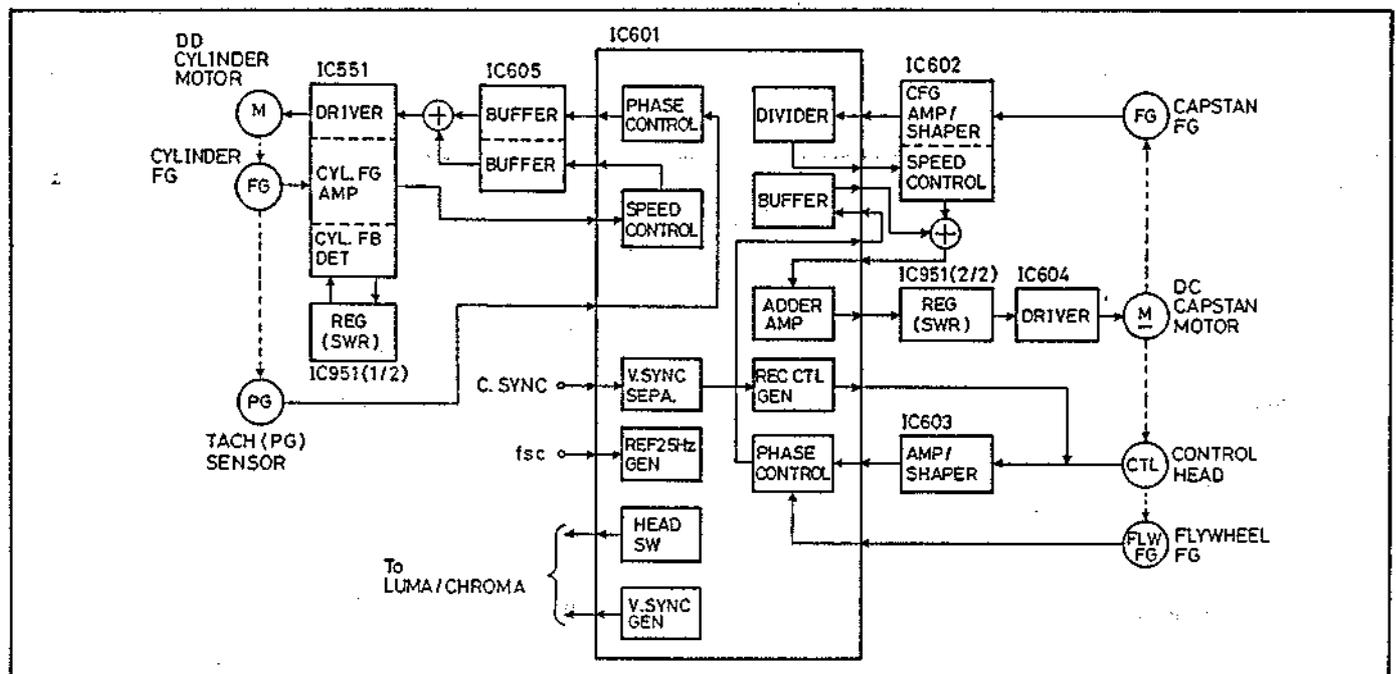

Abb. 4-2 VM-C30E Servo-Schaltkreis
2. Konfiguration des Servo-Schaltkreises (Abb. 4-2)
Die Abb. 4-2 zeigt die Konfiguration des Servo-Schaltkreises. Der Servo-Schaltkreis umfaßt die folgenden sieben ICs.